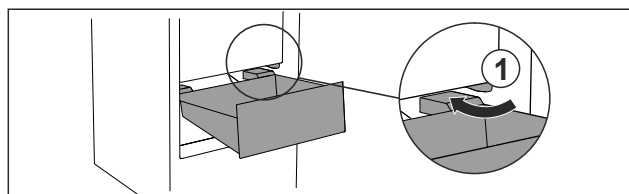

Fig. 69
- Predal speljite poševno okrog zaustavljalnikov Fig. 69 (1).